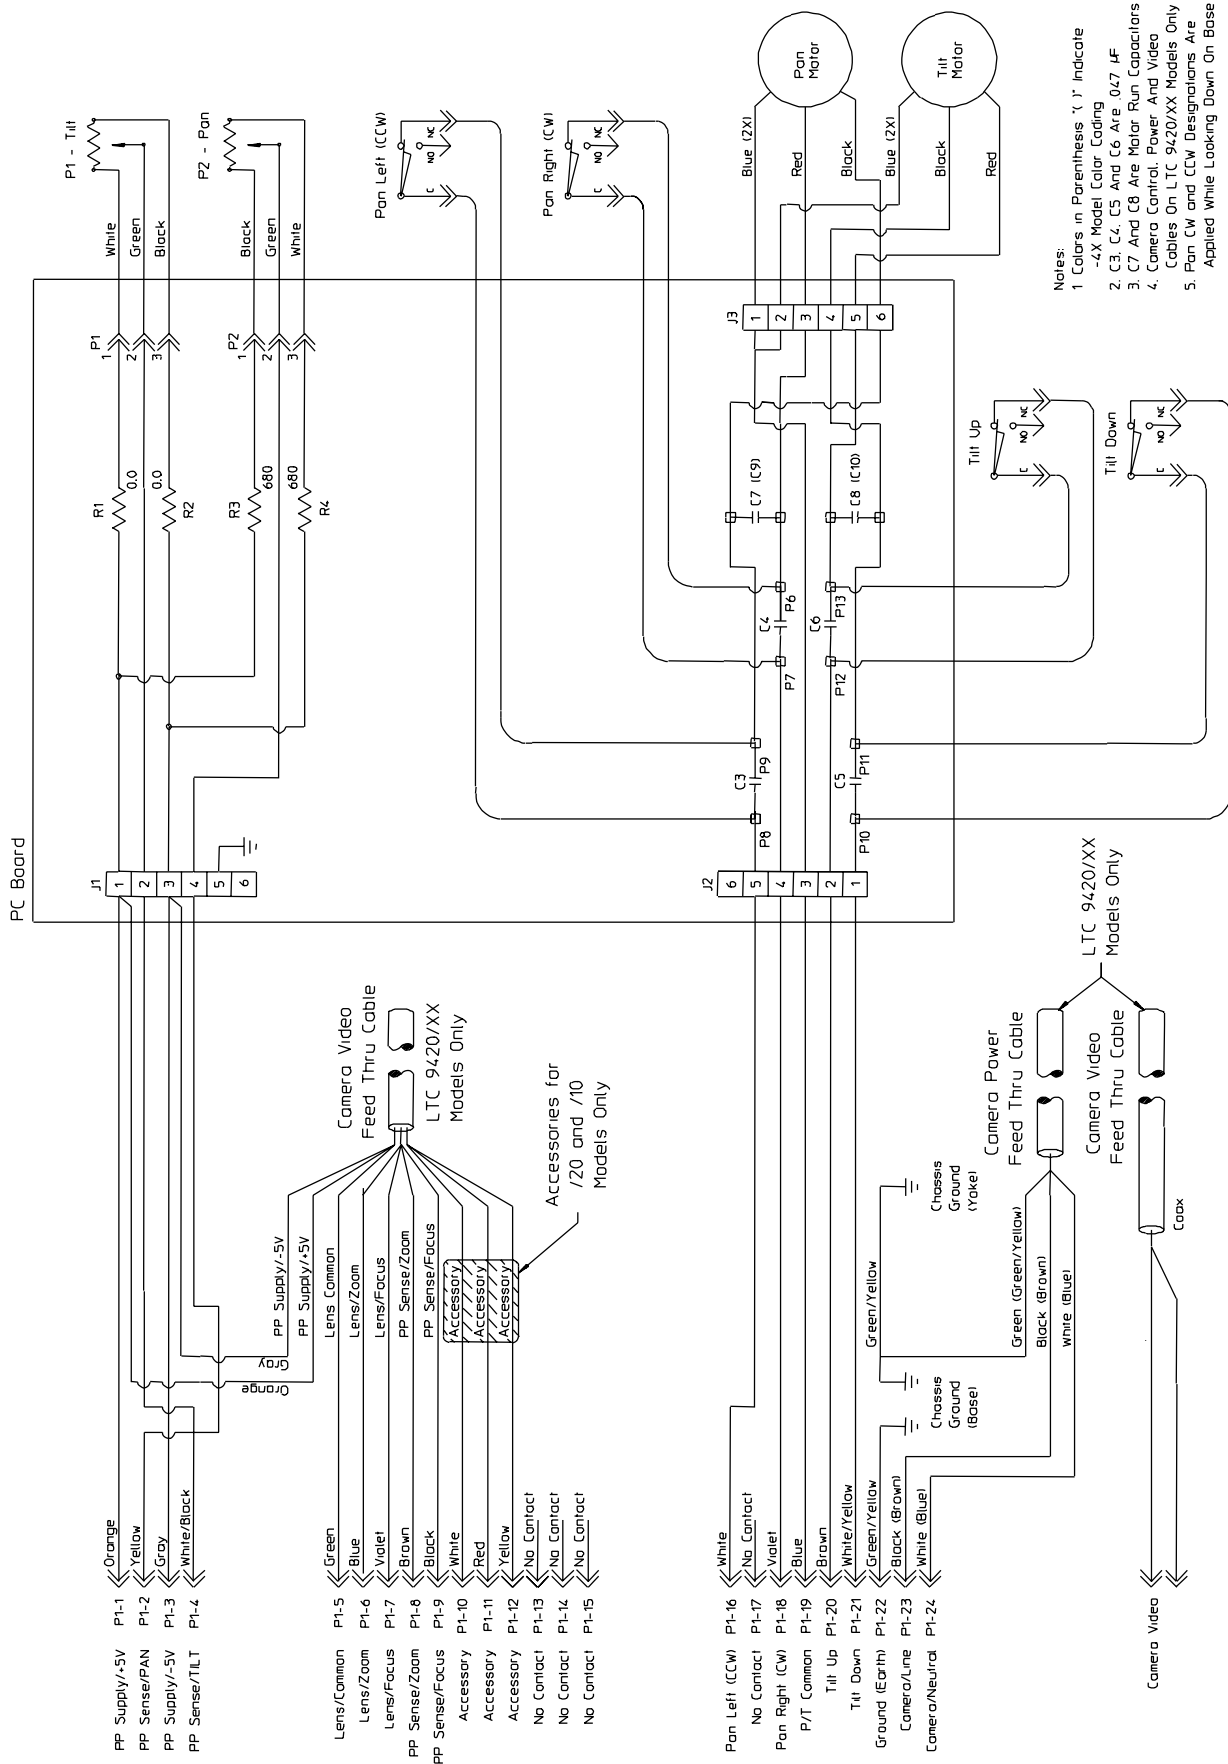

Figura 6: Diagrama das Ligações de Fios - Modelos de 0° a 345°
4. (Códigos de Cores) apresentados são para os modelos de 24 volts e 110 volts. No caso dos modelos de 220 volts, os códigos de cores são (23) Castanho e (24) Azul.
6. Consulte a **Figura 6** em Diagramas das Ligações de Fios para obter os esquemas de ligação dos fios.
A utilização da função automática da rotação horizontal requer a ligação de fios ao pino 16 (Rotação Horizontal Esquerda), pino 18 (Rotação Horizontal Direita) e pino 19 (Comum). Consulte a **Figura 6**. A função automática de rotação horizontal é obtida quando a unidade de controlo dá pelas alterações feitas ao fluxo actual através do motor de rotação horizontal. Ao ser alcançada uma paragem da rotação horizontal, o fluxo actual pára e os circuitos internos da unidade de controlo invertem a direcção da rotação horizontal automática.